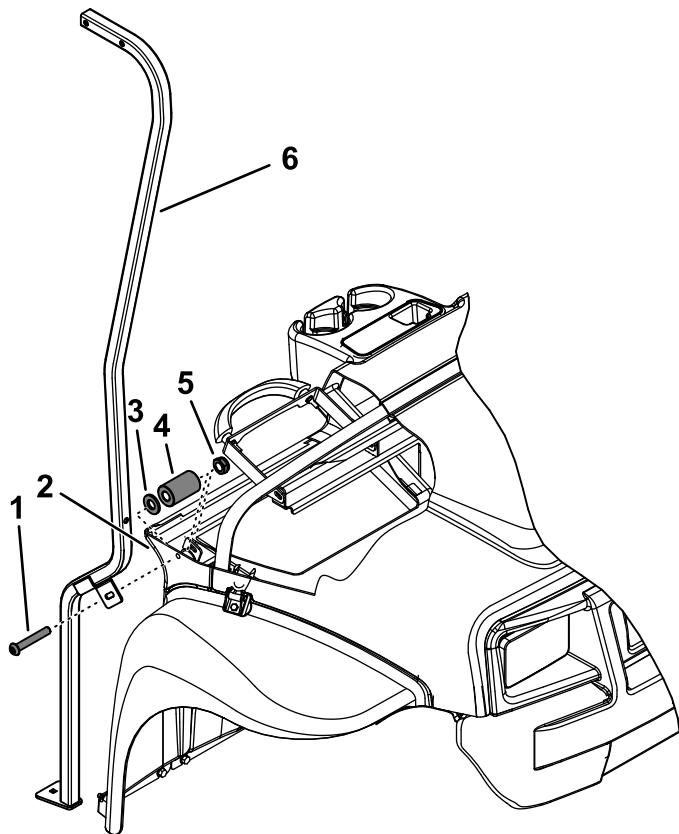

Bild 5
- Befestigen Sie die Distanzstücke und die Flachscheibe (11/32") zwischen dem Armaturenbrett und der Armaturenbrettstütze (**Bild 5**).
- Befestigen Sie die Sechskant-Halbrundschraube (5/16" x 2") durch die Sonnendachstütze, das Armaturenbrett und die Armaturenbrettstütze (**Bild 5**).
- Bringen Sie die Bundmutter (5/16") an, um die Armaturenbrettstütze an der Sonnendachstütze zu befestigen (**Bild 5**).